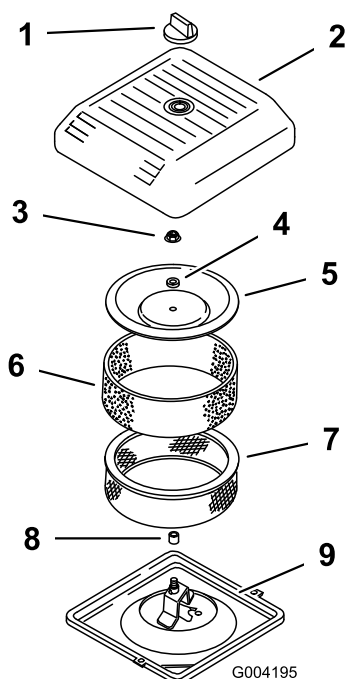

図 43
3. エア・クリーナのカバーを固定しているノブを外し、カバーを取り出す(図 43)。
4. ペーパー・エレメントについているスポンジ・エレメントを注意深く外す(図 43)。
5. カバー・ナットを外し、カバー、スペーサ、ペーパー・エレメントを外す(図 43)。
2. エア・クリーナのベースにエア・クリーナ・アセンブリを取り付ける(図 43)。
3. カバーとスパーサを元どおりに取り付け、ナットで固定する(図 43)。ナットを 95inch-lb (1.0kg.m) にトルク締めする。
4. エア・クリーナのカバーを元通りに取り付け、ノブで固定する(図 43)。